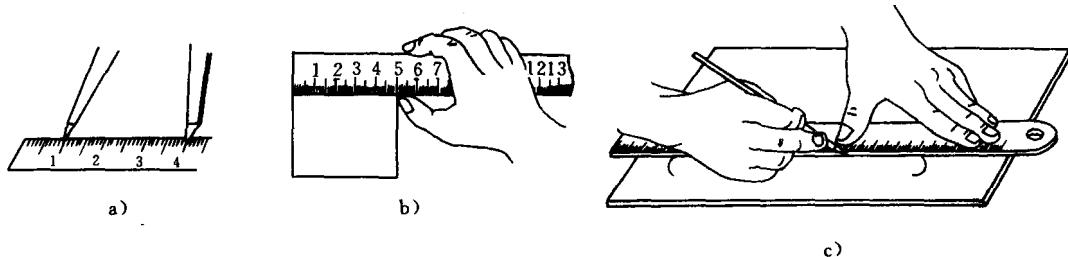

图2-4 钢直尺
(3) 钢直尺 钢直尺是一种简单实用的尺寸量具。它的长度规格有150mm、300mm、1000mm等多种。主要用来量取尺寸、测量工件、也可作划直线时的导向工具（图2-4）。